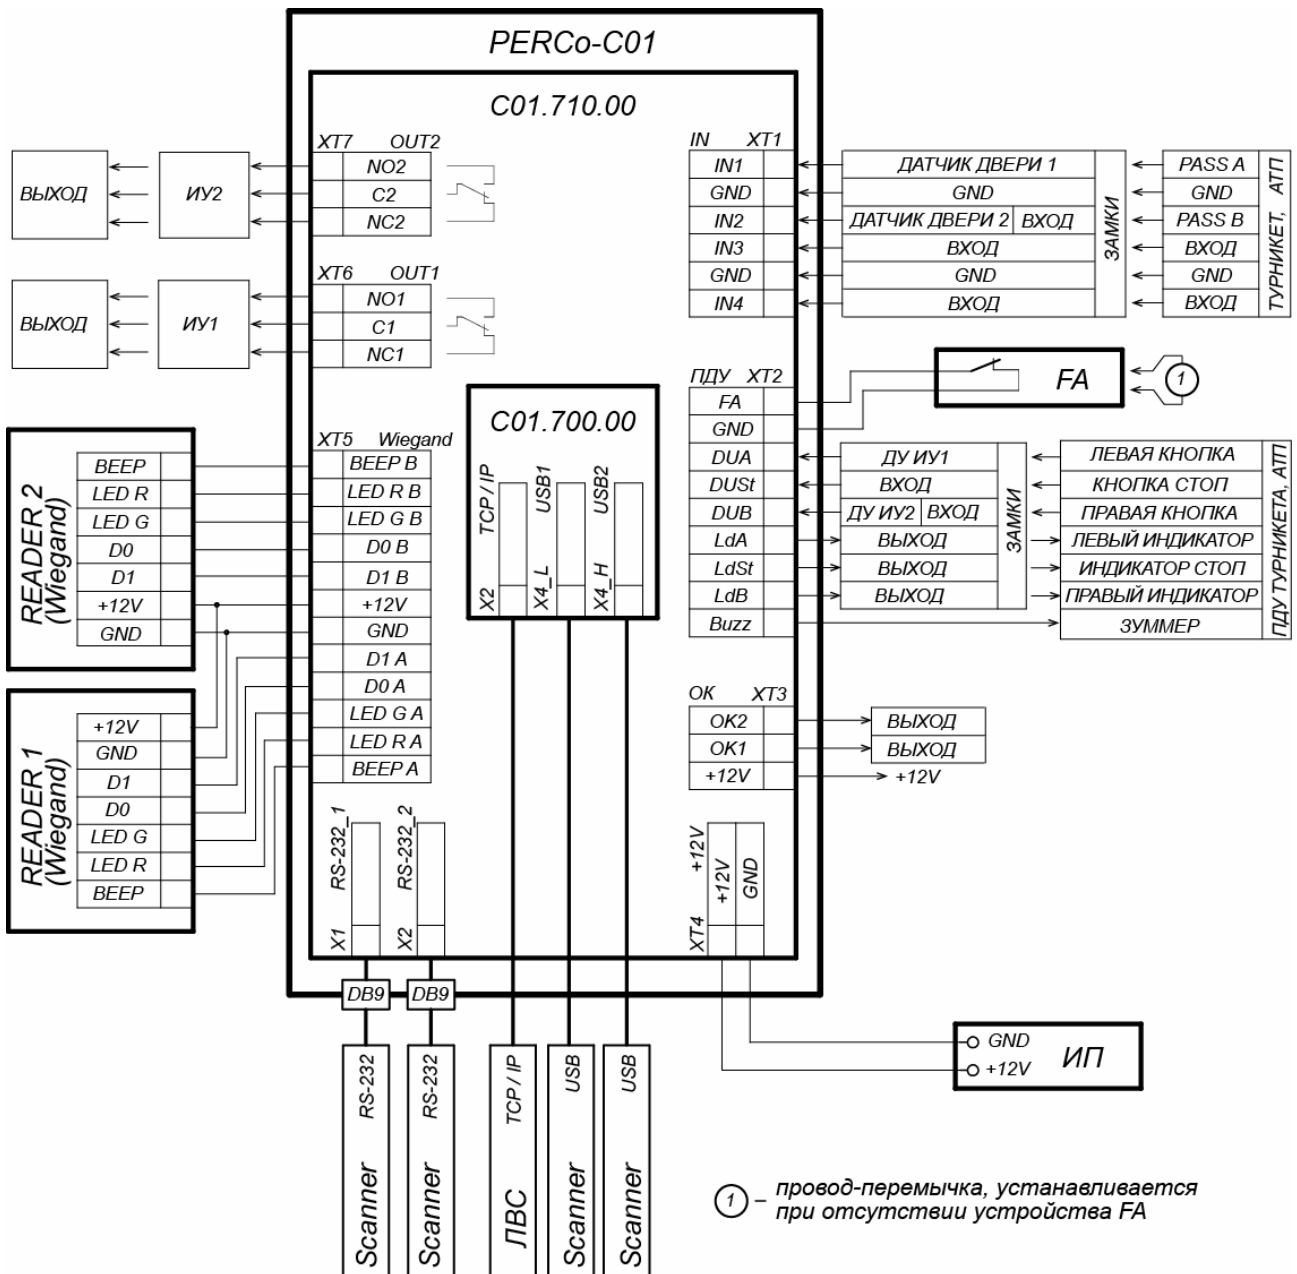
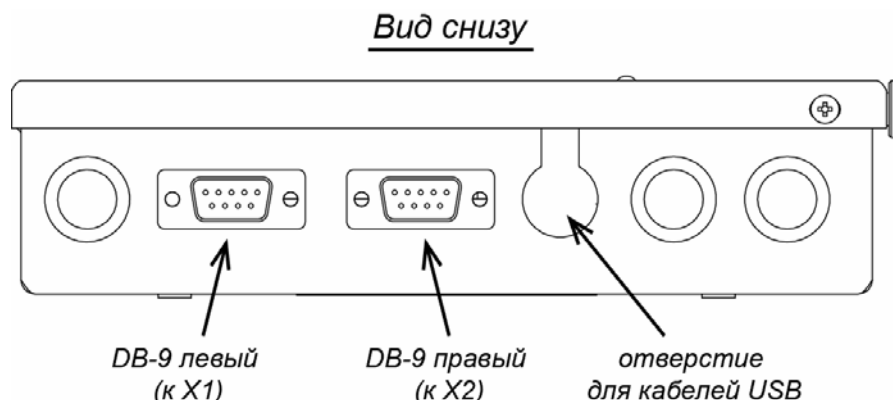

Рисунок 4. Общая схема подключений
Рисунок 5. Расположение разъемов DB-9 (RS-232) на корпусе контроллера
Контроллер имеет два выхода типа «открытый коллектор»: ОК1 и ОК2 (см. рис. 4). Подключение к выходам осуществляется через клеммную колодку **ХТ3** нижней платы контроллера.
Выходы могут использоваться (см. рис. 4):
7. Установите ИП, подключите кабель от ИП к клеммной колодке **XT4** нижней платы контроллера согласно схеме, представленной на рис. 4.
Считыватели подключаются к соответствующим контактам разъема **XT5** в соответствии с общей схемой подключения (рис. 4). В ресурсах контроллера для параметра «Интерфейс связи» данного считывателя необходимо выбрать значение *Wiegand* (см. рис. 6).
Сканеры подключаются к соответствующим разъемам типа DB9 (RS-232) на корпусе контроллера (см. рис. 5). Левый разъем DB9 подключается к разъему **X1** на нижней плате контроллера, правый – к разъему **X2** (см. рис. 4)
Сканеры по интерфейсу **USB** подключаются к разъему **X4** на верхней плате контроллера (в установленном на верхней плате двухрядном разъеме USB снизу находится USB1, а сверху USB2, см. рис. 1). Для ввода кабелей USB в корпус контроллера используется отверстие с фигурным вырезом (см. рис. 5).
2. Подключение замка производится к клеммным колодкам **XT6**, **XT7** нижней платы контроллера в соответствии со схемами подключения (см. рис. 4).